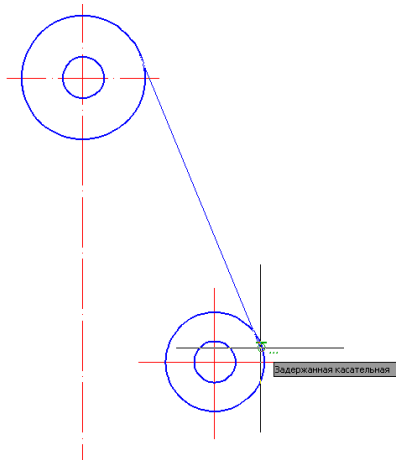

Рис. 60. Построение касательной
3.7. Построить касательную прямую к двум окружностям с помощью последовательности команд **Рисование** → **Отрезок**, используя привязку **Касательная** на каждой из окружностей (см. рис. 60).